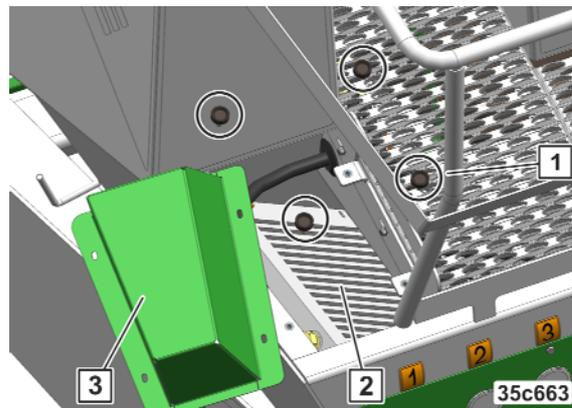

Рис. 275
2. Очистите впускную защитную решетку вентилятора (Рис. 275/3).
3. Ослабьте и снимите все гайки с накаткой (Рис. 275/1).
5. Очистите теплообменник (Рис. 275/2).